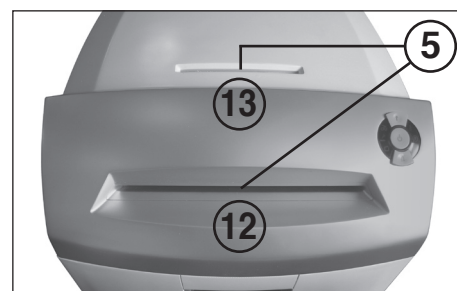

Fig. 3
#### 5 = Fotocell (Framåtkörning) (Fig. 3)
#### 12 = Inmatningsöppning papper (Fig. 3)
#### 13 = Säkerhets-inmatningsöppning (Fig. 3)
Skjut in papper till skärverket genom inmatningsöppningen (12) (Fig. 3).
**Datamedia** (CD, DVD eller kreditkort) ska skjutas fram till skärverket ett och ett genom den separat placerade säkerhetsinmatningsöppningen (13) (Fig. 3).